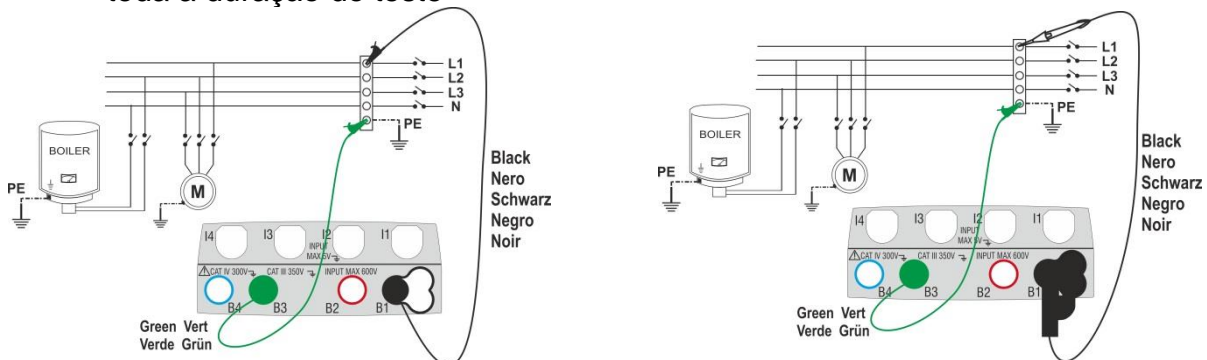

Fig. 8: Verificação do isolamento através de cabos individuais e ponteira remota
- Conectar os crocodilos e/ou as ponteiros e/ou a ponteira remota às extremidades dos condutores em exame de acordo com as Fig. 8 e Fig. 9.